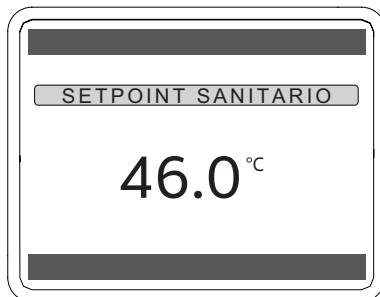

Figura 3.18
- Premere il tasto (∨) per visualizzare il parametro successivo Figura 3.18.